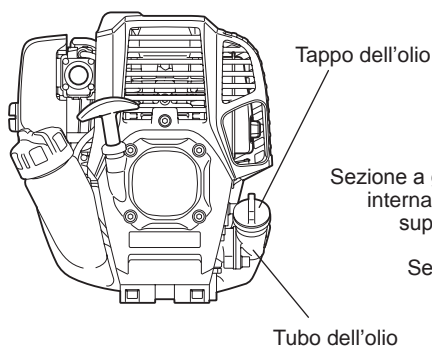

Fig. 1
- Posizionare il motore in piano, rimuovere il tappo dell'olio (Fig. 1) e verificare che il livello dell'olio sia compreso tra i limiti superiore e inferiore del tubo dell'olio (Fig. 2).